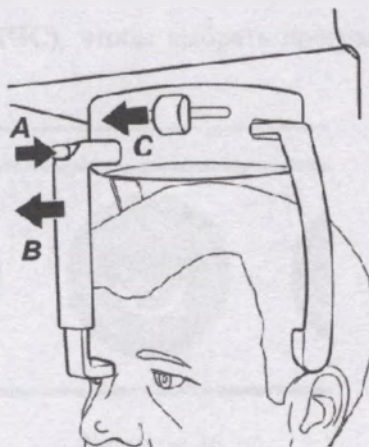

Рисунок 33
8.1.1.22 Нажмите кнопку (A) сверху держателя лба (см. рисунок 33), чтобы отодвинуть держатель (B). Откройте височные опоры, сдвинув влево рычаг височной опоры (C).